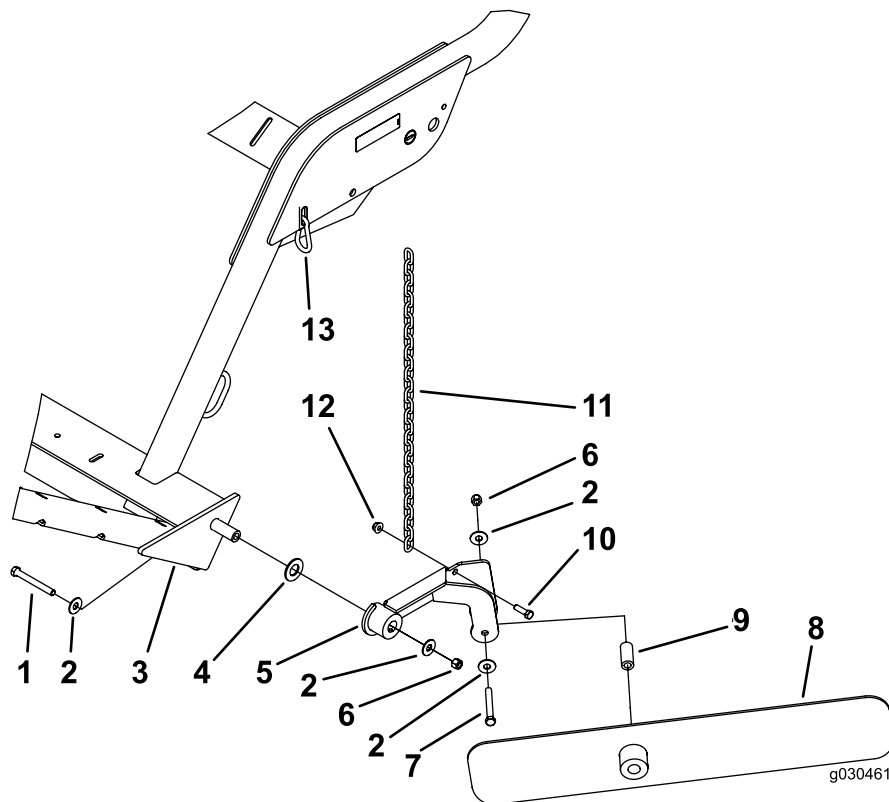

Figura 15
Nota: Collocate i componenti come illustrato nella Figura 15.
2. Fissate la lama Windrow al gruppo di fissaggio con un bullone (7/16 x 3-1/4 poll.), 2 rondelle piane, un distanziale e un dado di bloccaggio (7/16 poll.). Montate i componenti come illustrato nella Figura 15.
4. Fissate l'altra estremità della catena alla fessura presente sul telaio, per mezzo di un anello di sicurezza (Figura 15).